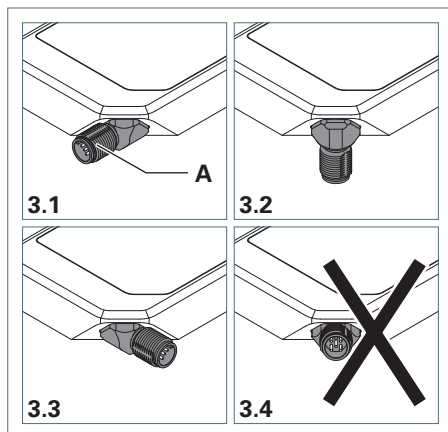

Fig. 3: APA – Posizioni della spina.
- ▶ Ruotare la spina **A** nella posizione prevista, vedi Fig. 3. La posizione 3.4 non è consentita in quanto è senza funzione.